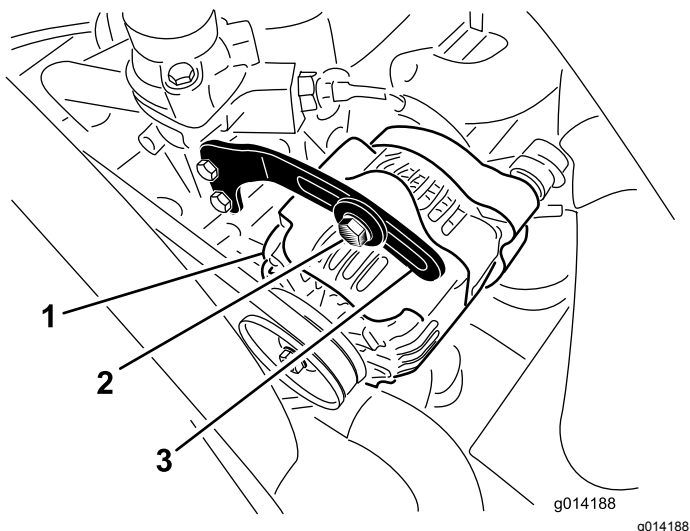

図 49
2. オルタネータ側プーリとクランクシャフト側プーリ間の中央部でオルタネータベルト **図 49** を指で 10kg 程度の力で押してベルトの張りを点検する。
3. ブレースをオルタネータに固定しているボルトと、オルタネータのピボットボルトをゆるめる **図 49**。